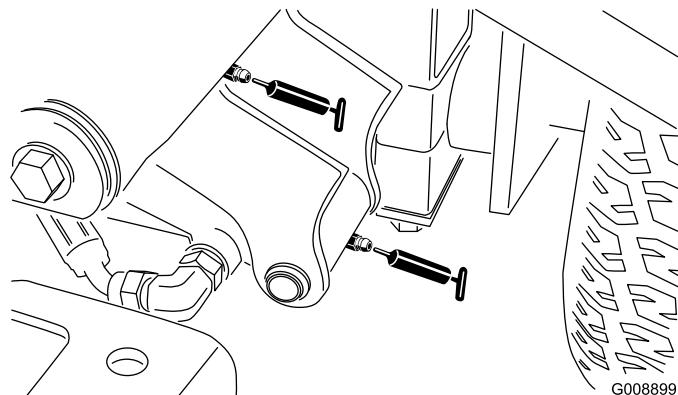

Figura 35
- Pivote y cilindro de elevación del brazo de elevación delantero izquierdo (2) (Figura 35)